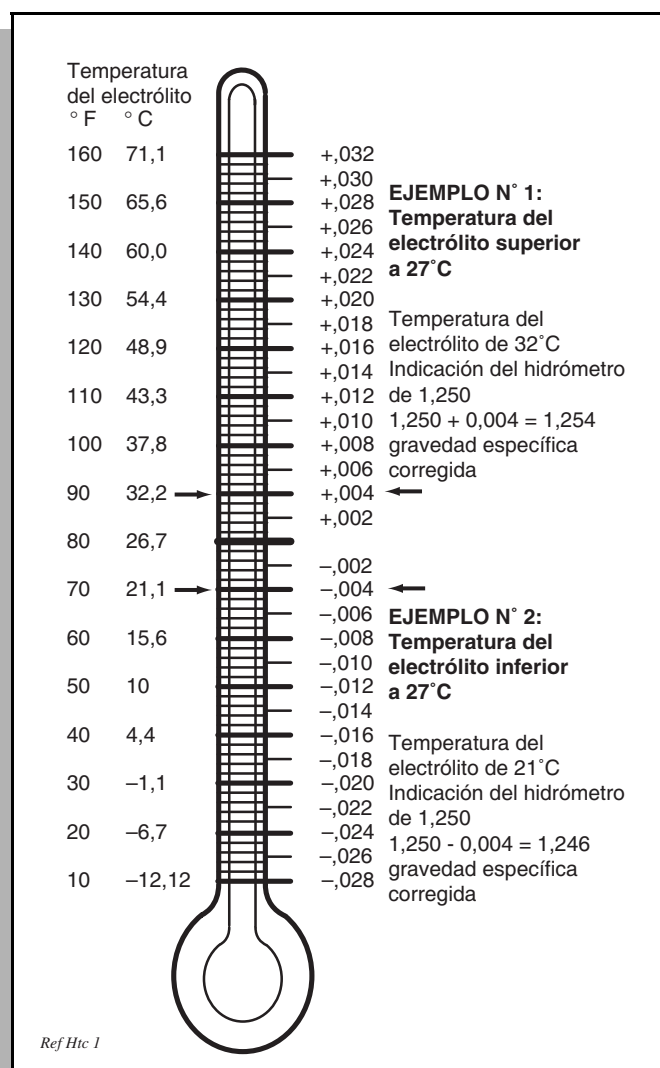

Fig. 35 Corrección de la temperatura del hidrómetro
4. Sumar o restar cuatro puntos (0,004) al valor indicado por cada 6°C que la temperatura del electrolito sea superior o inferior a 27°C. Ajustar la indicación para adaptarla a la temperatura del electrolito; por ejemplo, si se indica una gravedad específica de 1,250 y la temperatura del electrolito es 32°C, **sumar** cuatro puntos (0,004) a 1,250, lo que da una indicación corregida de 1,254. De la misma manera, si la temperatura era 21°C, **restar** cuatro puntos (0,004) de 1,250 para llegar a una indicación corregida de 1,246 (Ver Fig. 35 en la página 26).